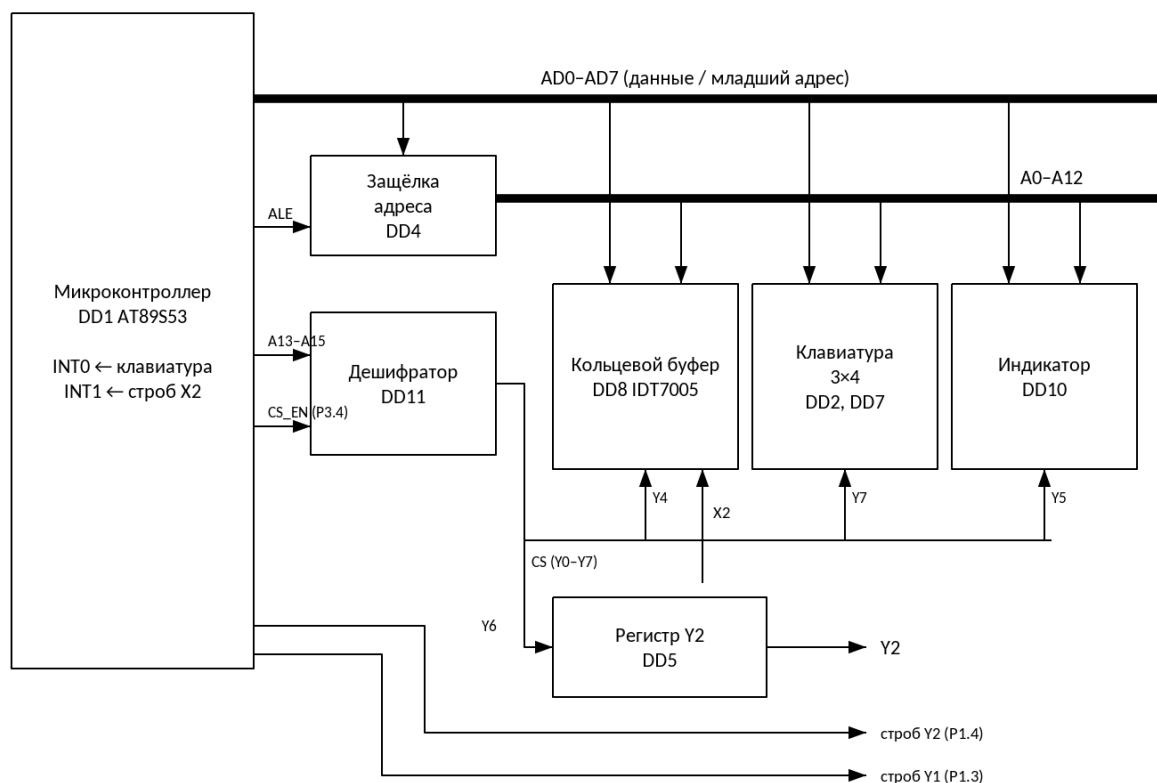

Рисунок 2 — Функциональная схема МПС
Функциональная схема (рисунок 2) показывает, какими микросхемами реализованы блоки и как они связаны. Младший байт адреса и данные передаются по порту P0 и фиксируются защёлкой DD4 по сигналу ALE; старшие разряды адреса выдаёт порт P2. Три старших разряда A13–A15 поступают на дешифратор DD11, выходы которого  $Y_0...Y_7$  — сигналы выбора (CS) внешних устройств; дешифратор работает только при  $CS\_EN = P3.4 = 1$ .